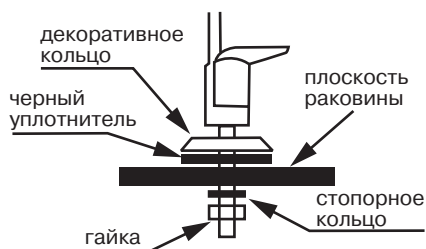
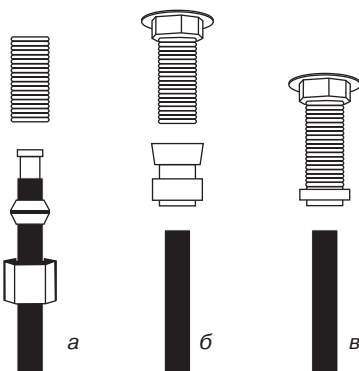

Рис. 5
Рис. 6
Монтаж крана чистой воды производите согласно **рис. 5**. Мы рекомендуем не затягивать гайку (см. **рис. 5**) до завершения монтажа и проверки работоспособности системы, чтобы была возможность убедиться в отсутствии подтекания воды в месте соединения корпуса крана и резьбовой трубки. В комплекте с краном чистой воды для герметизации соединения с трубкой может поставляться набор деталей для подключения, либо кран может иметь в своем составе быстроразъемный коннектор. На **рис. 6а, б, в** приведены способы подключения синей трубки к крану чистой воды. Подключите синюю трубку и к блоку фильтрации (см. таблицу на стр. 12).
15. Убедитесь в отсутствии протечки внизу корпуса крана чистой воды, затяните гайку крана (рис. 5).